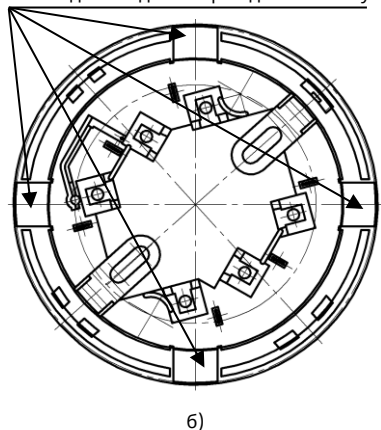

Рисунок 1 – База сповіщувача
3.1 Сповіщувач комплектується базою (рисунок 1).
4.1 Для встановлення сповіщувача необхідно базу від'єднати від сповіщувача (рисунок 1) та закріпити її на стелі приміщення за допомогою дюбелів або гвинтів. Провідники в базу заводять через спеціальні пази. **Перед введенням провідників в базу необхідно обов'язково зняти зовнішню ізоляцію. Не допускаються перекоси та деформування бази. Не допускаються перекоси сповіщувача в базі.** Монтювання бази сповіщувача проводиться лише на **плоску поверхню**, для запобігання перекосам при затягуванні гвинтів. У випадку коли це неможливо, необхідно встановлювати базу на плоску підставку.